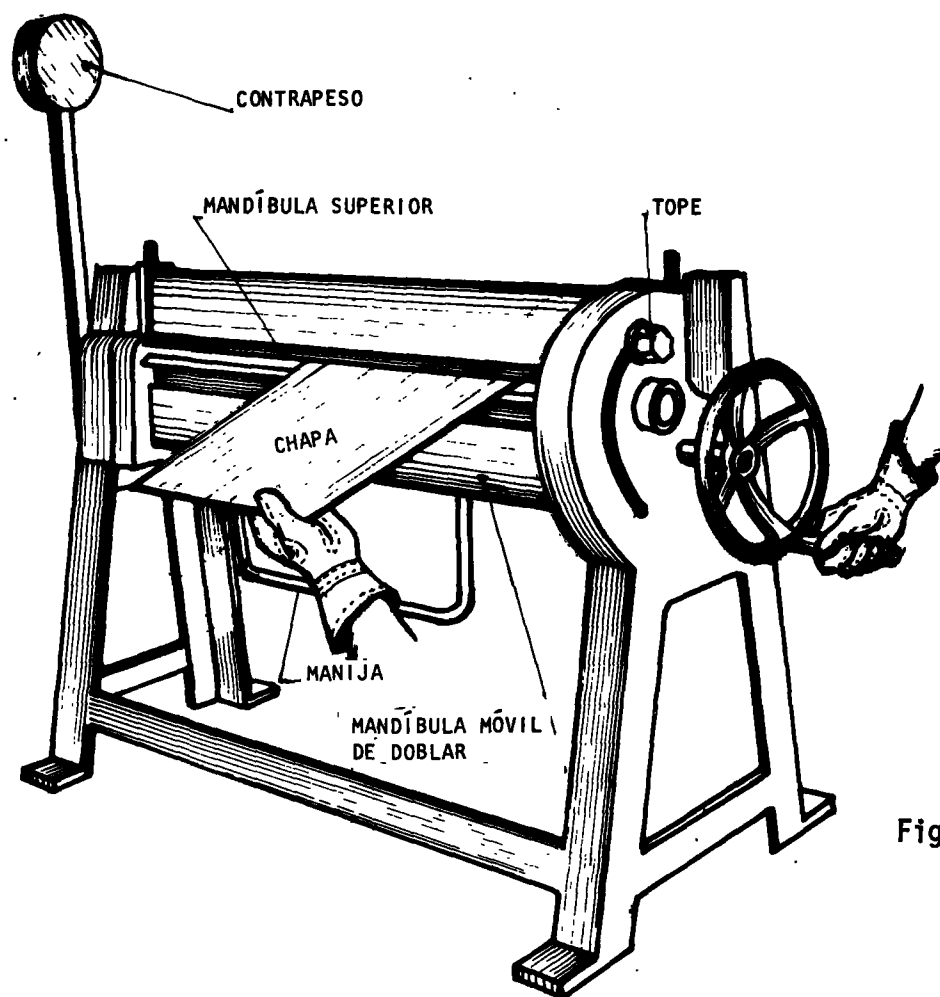

Fig. 1
- \_\_\_ a Levante la mandíbula superior, hasta que permita la entrada holgada de la chapa (fig. 1).